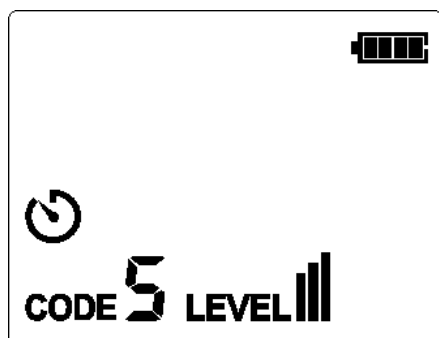

Figura 7.1.2c
3. Per la maggior parte delle applicazioni, l'intensità di trasmissione predefinita è III (codice predefinito: 5). Come mostrato nella Figura 7.1.2c, il livello visualizzato sul display LCD è III.